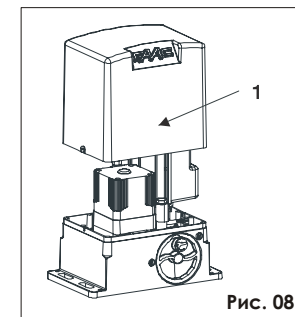

Рис. 08
1. Снимите крышку, отвинтив крепежные болты, рис. 08 поз.1.